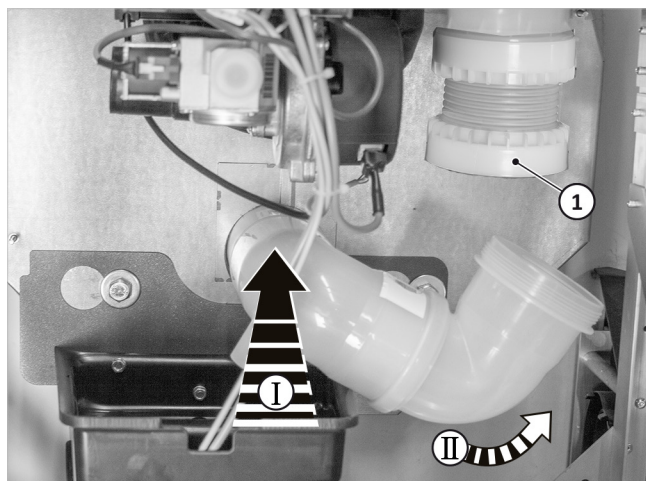

Abb. 18: Abgasbogen montieren
5. Die Überwurfmutter (vgl. → Abb. 18, 1) nach unten ziehen und mit dem Abgasbogen verschrauben.